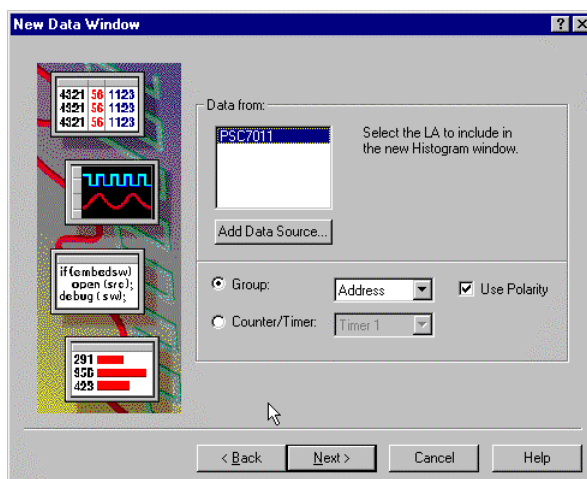

図 E-14 : [New Data Window]ウィザードの 3 番目のダイアログ・ボックス
4. 図 E-14 のダイアログ・ボックスが現れるので、[Data from]で PSC-7011、Group が選択されていて、[Address]がリスト・ダウン・ボックスに設定されていることを確認し、<Next>ボタンをクリックします。